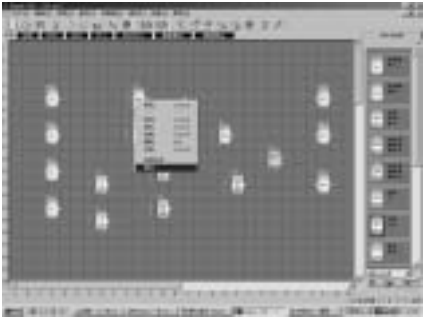

图 4.7 功能块操作菜单
- 1. 在功能块程序编辑窗体内，鼠标左键双击某个功能块，或选中一个功能块后点击鼠标右键，则弹出一个编辑菜单，再点击此菜单中的“属性...”。如图 4.7 所示：